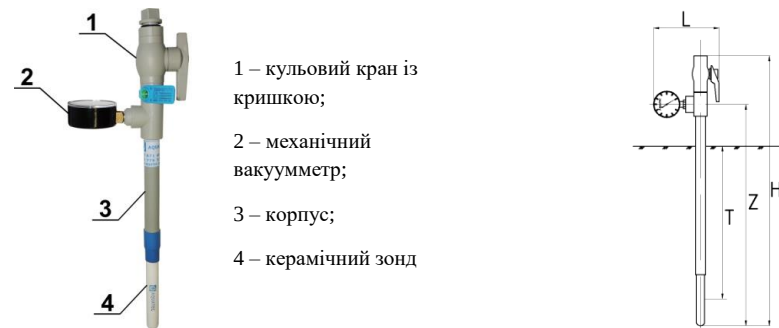

Рисунок 1 Тензіометр вологості ґрунту **AQUATEC**, серія **AQUAMETER ECO**, модель **T**
Тензіометр **AQUAMETER ECO** моделі **T** містить кульовий кран із кришкою для дозавправлення приладу **чистою водою***, вимірювач тиску – механічний вакуумметр з кольоровою шкалою, корпус з поліпропіленових (ППР) жорсткої труби, з'єднань і керамічний зонд, вбудований у корпус через муфту герметизації (рис. 1). Кольорова інтуїтивно зрозуміла шкала вакуумметра відображає інтервали потенціалу ґрунтової вологи для різних типів ґрунту. У зібраному стані компоненти тензіометра **герметично** з'єднані у вакуумну систему.
Тензіометри мають маркування (модифікацію): T20 – тензіометр з робочою глибиною встановлення T=20 см – відстань від поверхні ґрунту до середини керамічного зонду тензіометра (рис. 1); T30 – тензіометр з робочою глибиною встановлення T=30 см. І далі через 10 см до T=100 см та більше (за індивідуальним замовленням).
Габаритні розміри приладу: висота **Н** варіює від 50 до 125 см і більше залежно від модифікації, ширина **L**=15 см (рис. 1). Маса тензіометра без води залежно від модифікації – від 0,3 до 0,6 кг.
4. Принцип дії тензіометра. Принцип дії тензіометра заснований на властивості керамічного зонду пропускати ґрунтову воду і не пропускати повітря до тиску барботування. В умовах взаємодії ненасиченого вологою ґрунту із стінками керамічного зонду, пори якого насичені водою, вода з водної камери приладу під дією капілярно-сорбційних сил переміщується до ґрунту. Під час збільшення вмісту вологи в ґрунті (атмосферні опади, іригаційні поливи) волога з ґрунту навпаки надходить у водну камеру приладу. Водночас стрілка вакуумметра пересувається у напрямку «0». Максимальний вміст вологи у ґрунті за повної вологомісткості (ПВ) відповідає величині тензіометричного тиску $P_s=0$. Зі зменшенням вмісту вологи від'ємний тиск (розрідження) збільшується - $P_s<0$. У стані рівноваги потенціал води всередині тензіометра (показання вакуумметра) дорівнює сумі матричного потенціалу – тензіометричного тиску ґрунту і висоти водяного стовпа приладу – **Z** (рис. 1). У практичних вимірюваннях значення **Z** не враховують через її незначний вплив.